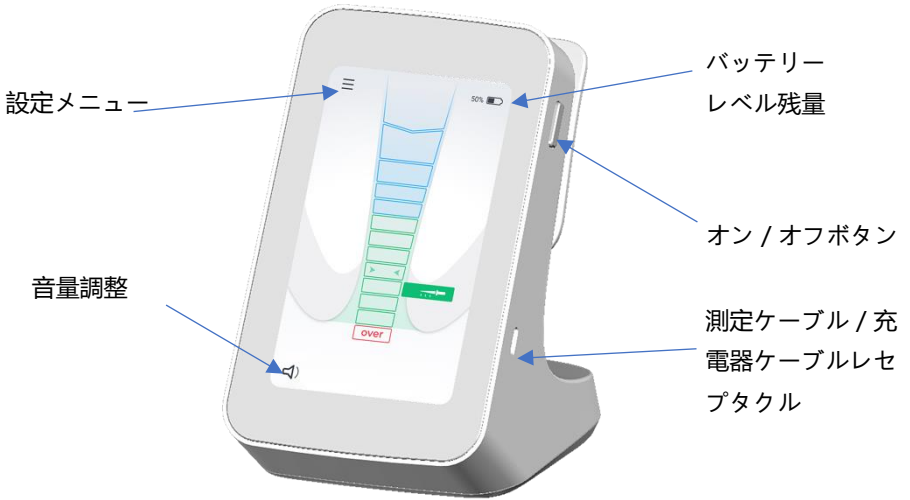

図1 正面図
3. デバイスの右側にある**X-Smart® Apex Locator** USB—Cレセプタクルに充電器ケーブルを接続します。(図1を参照)